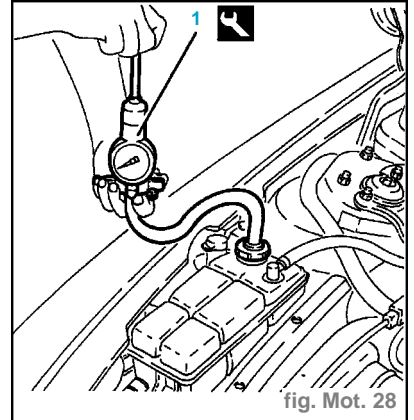

fig. Mot. 28
- Brancher sur le réservoir la pompe de contrôle (1) (fig. Mot. 28).